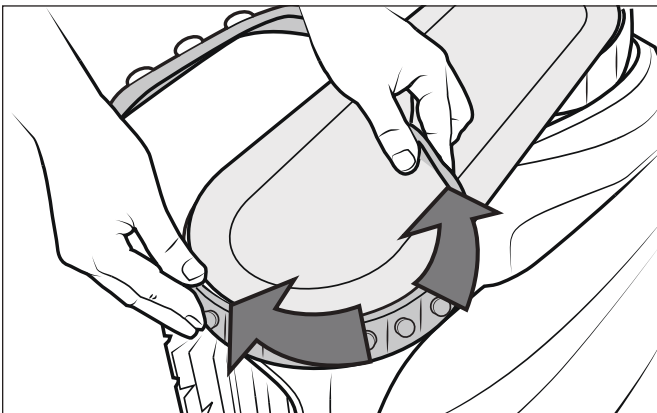

Figura 29. Acomode la oruga alrededor de la rueda
- Coloque la oruga en la rueda delantera y verifique que la nervadura de la oruga está ubicada adecuadamente en la ranura de la rueda (Figura 29).